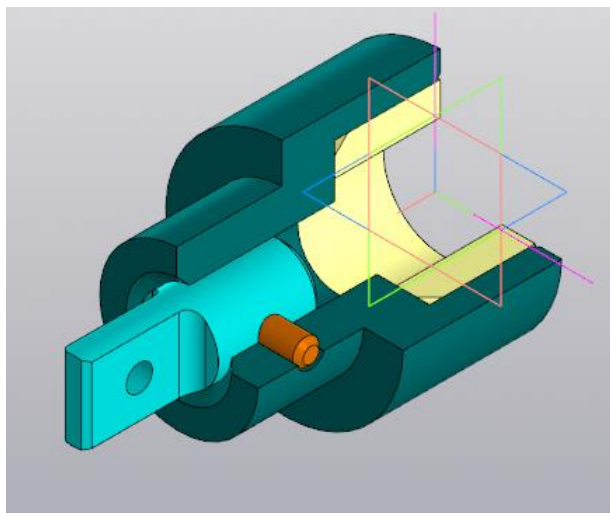

Рисунок 114.
2. Выполнить сборку и вырез три четверти (рисунок 114).